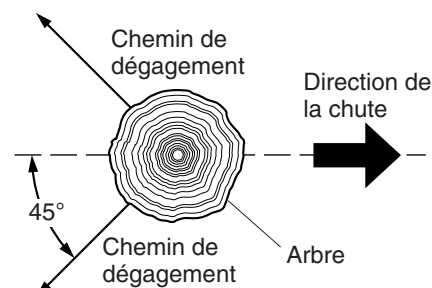

Figure 12 - Chemin de dégagement pour s'éloigner de l'arbre
3. Avant d'abattre un arbre, prévoir un chemin de dégagement et le dégager. Le prévoir à l'opposé de la direction de chute de l'arbre et à un angle de 45°. (Voir la figure 12).